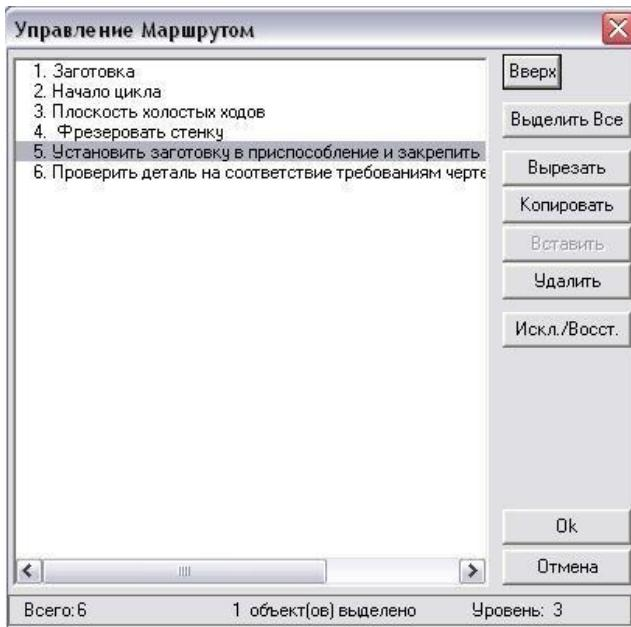

Рисунок 5. Окно «Управление Маршрутом», уровень переходов
3. В этом окне нажмите кнопку «Вверх», в окне появиться созданный нами маршрут (рис. 5).
4. Укажите курсором мышки на строчку «Установить заготовку в приспособление и закрепить», строка изменит цвет (рис. 5).
6. Укажите курсором мышки на строчку «Заготовка» (рис. 5), строка изменит цвет.